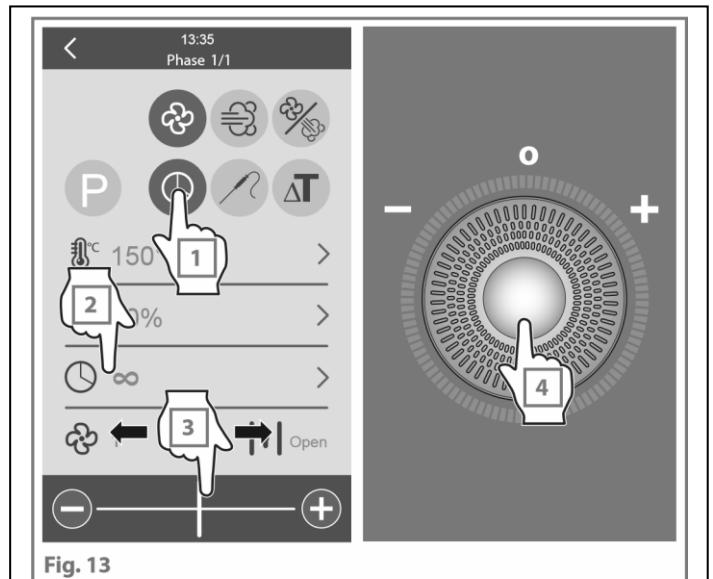

Fig. 13
**Configuración a tiempo** (Fig.13)